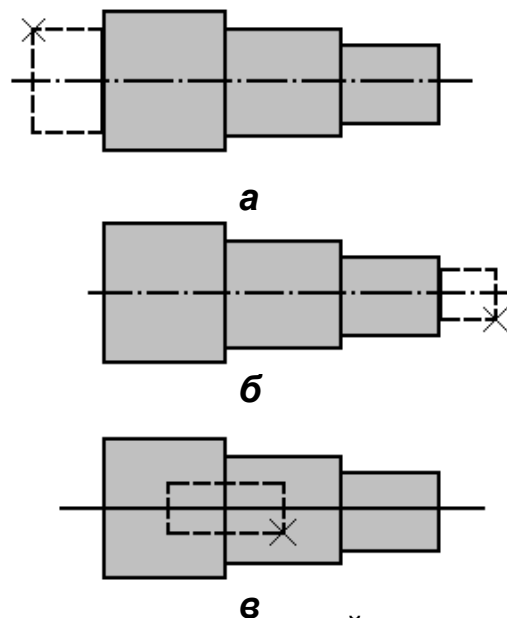

Рисунок 2.4 Добавление новых секций к валу: а - добавление секции к правому краю вала; б - добавление секции к левому краю вала; в - вставка секции внутри вала
Рисование цилиндрической секции может осуществляться в трех режимах (рисунок 2.4):
- добавление секции слева (рисунок 2.4, а)
- добавление секции справа (рисунок 2.4, б)
- вставка секции (рисунок 2.4, в)